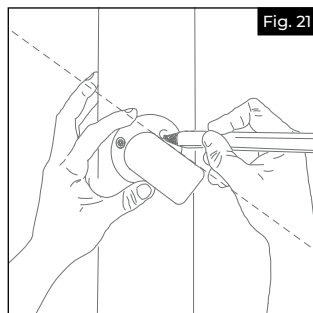

Fig. 21
a. Aligner le retour de poteau sur la ligne indiquant l'emplacement prévu de la main courante, puis faire une marque pour indiquer l'emplacement des trous de fixation (Fig. 21).